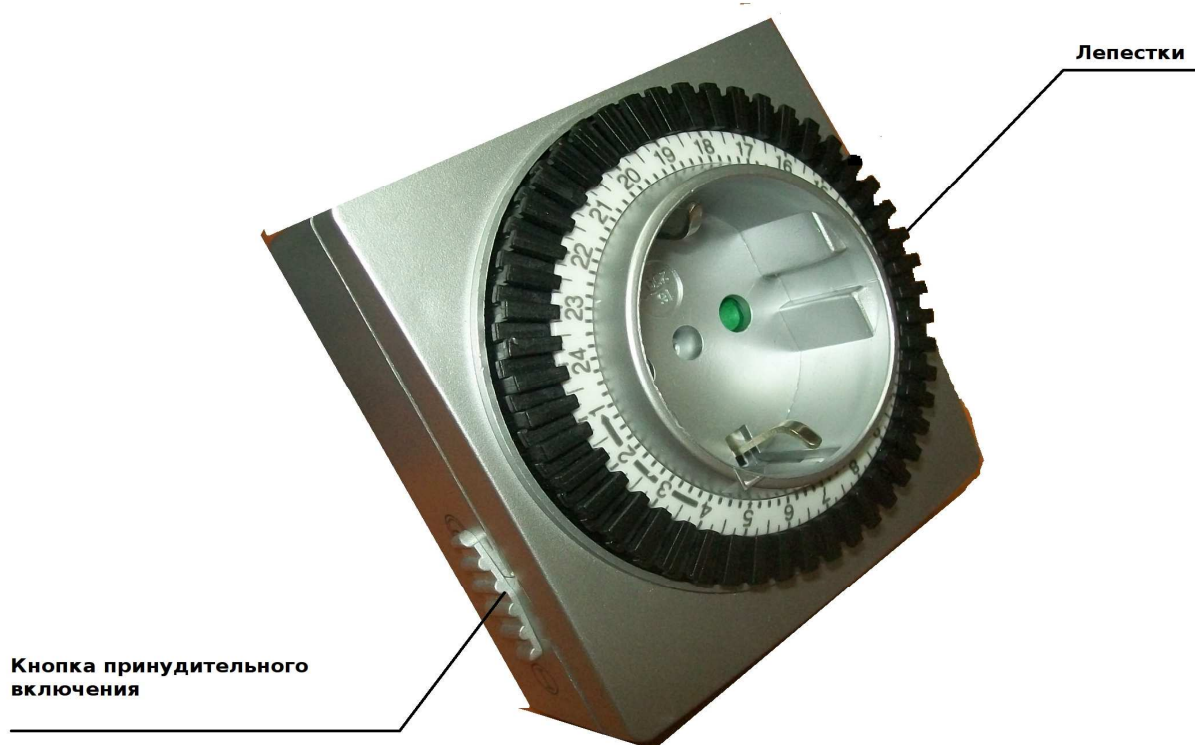

Рис.4 Рабочее положение лепестков при эксплуатации «Биопурита» (Модель таймера может отличаться от изображённой на рисунке)
2.6.4 Компрессор должен обеспечивать подачу воздуха в систему аэрации в течение 15 мин, с интервалом 15 мин круглые сутки. Механический суточный таймер имеет 96 переключателей-«лепестков», каждый из которых отвечает за свой 15-минутный отрезок на 24-часовой шкале. (Рис.4 Рабочее положение лепестков при эксплуатации «Биопурита»)